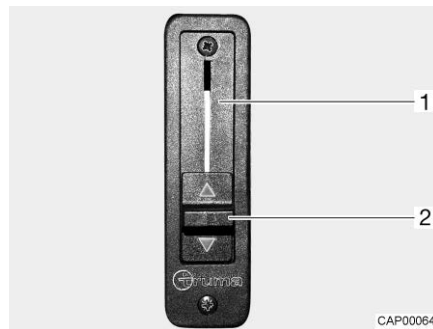

Bild 37 Skjutreglage för kanalspärr
- Skjut skjutreglaget (Bild 37,2) hela vägen upp. Kanalspärren (Bild 37,1) är öppnad. Värmesystemet för bodelen värmer även vindrutan.
- Skjut skjutreglaget (Bild 37,2) hela vägen ner. Kanalspärren är stängd. Värmesystemet för bodelen och basfordonets värmesystem är separerade sinsemellan.